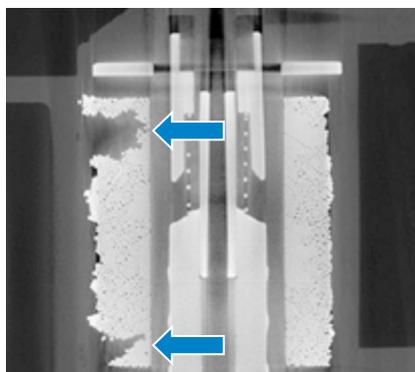
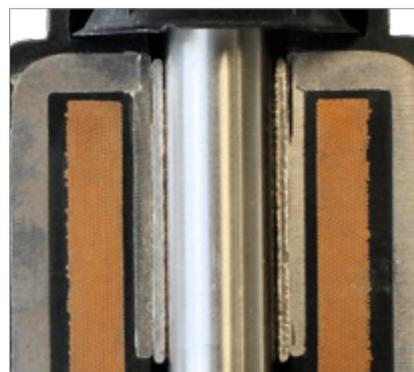

Fig. 7
Fig. 8
- "No corte de tomografia computadorizada é possível ver uma bobina suja" (fig. 7). Para comparação: uma válvula solenoide em corte da Pierburg (fig. 8)